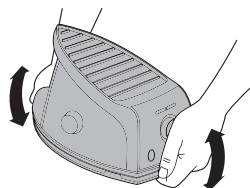

FIG.1
4. Com ambas as mãos a segurar a base, abanar ligeiramente o ferro de caldeira (ter cuidado para não deixar o ferro cair da base)(Fig1).